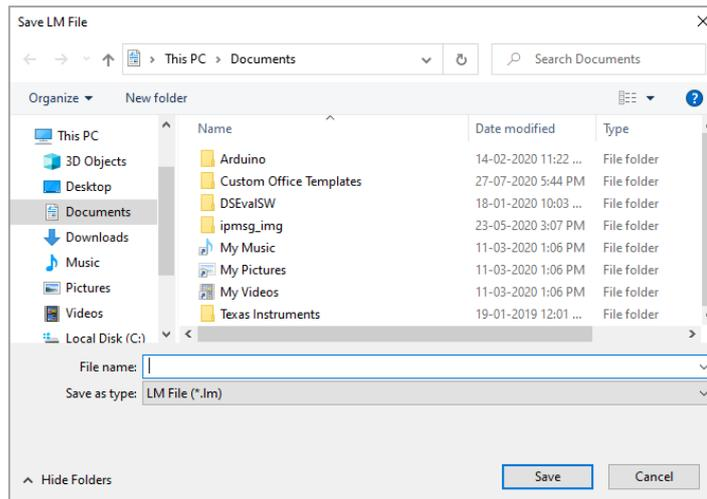

Figure12 Sélection de l'emplacement du fichier pour enregistrer le résumé des données
- Sélectionnez l'option de téléchargement, choisissez le chemin d'accès au fichier approprié et le nom du fichier batch pour enregistrer le fichier de données et appuyez sur ce bouton  dans la fenêtre contextuelle, comme illustré à la figure 12.